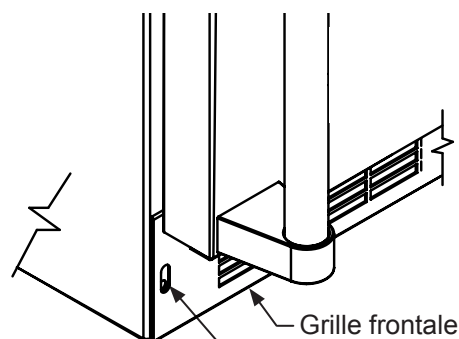
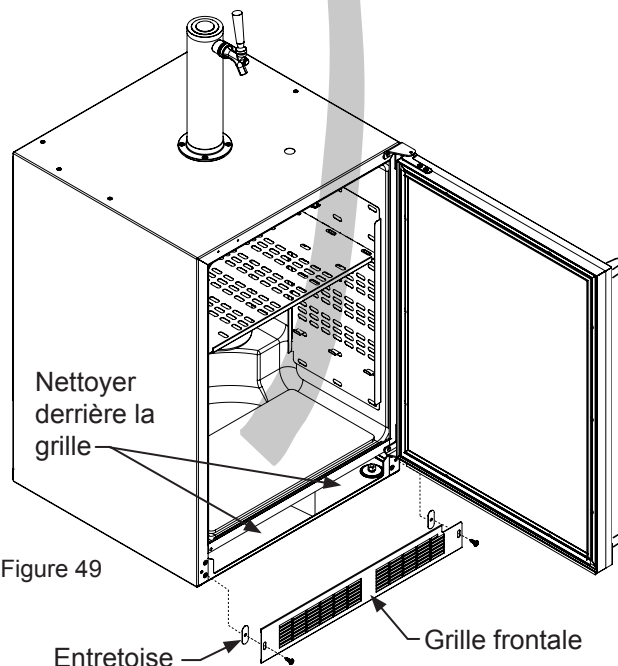

Figure 48
Figure 49
12. Enlevez la grille de protection frontale (voir les Figure 48 et Figure 49), et utilisez une brosse et un aspirateur pour éliminer la saleté et les débris de sous l'appareil.